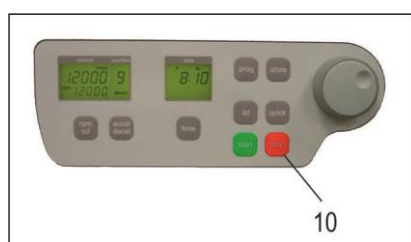

Abbildung 28
Mit der „stop“ Taste (10) (siehe Abbildung 28) kann ein Lauf jederzeit unterbrochen werden. Nach Betätigen der Taste wird die Zentrifuge mit der jeweiligen vorgewählten Bremsintensität bis zum Stillstand abgebremst.
Gehen Sie dabei wie folgt vor (siehe Abbildung 28):